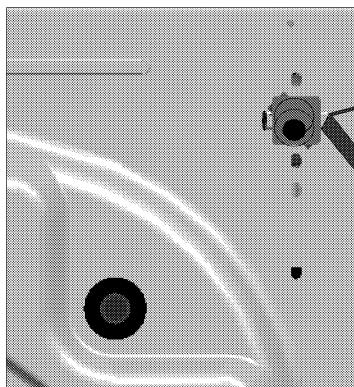

Fig. 8
- Retirez le filtre du raccord d'arrivée d'eau côté machine (à l'aide d'une pince) (fig.8) et lavez-le soigneusement à l'aide d'une brosse.